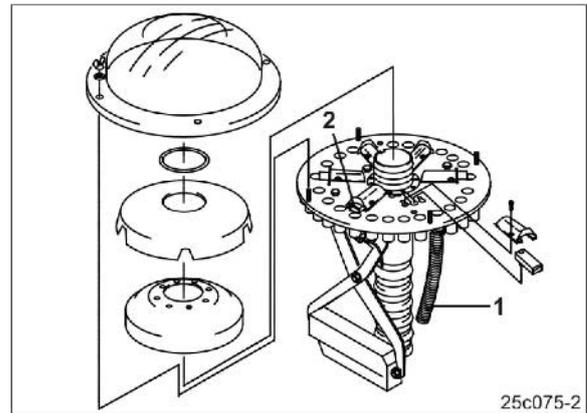

Рис. 121
- Семяпроводы (Рис. 121/1) сошников технической колеи должны быть закреплены на тех выпускных отверстиях, которые могут закрываться при помощи заслонок (Рис. 121/2).
Для создания двух колеи в распределительной головке может закрываться следующее количество заслонок на одну колею (Рис. 121/2):
- Неиспользуемые заслонки (Рис. 121/2) деактивируйте.